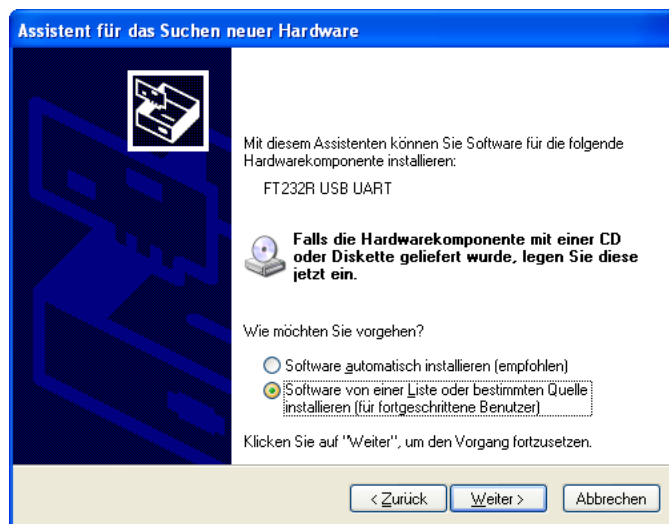

Figura 10.2
- Selezionare "Installa da un elenco o da un percorso specifico (per utenti esperti)", vedi figura 10.2, e fare clic su "Avanti".